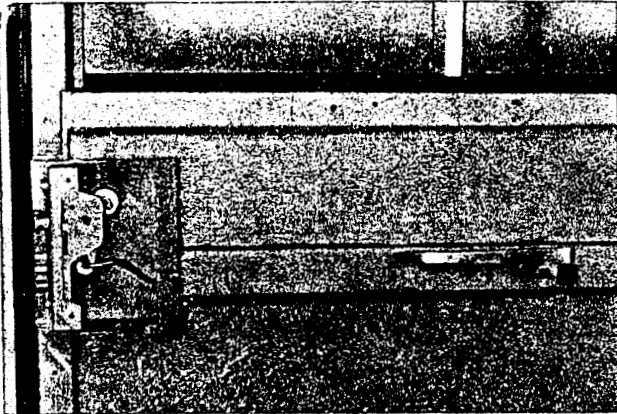

Bild Fa 10. Innentürbetätigung
4. Gestänge aus dem Türschloß aushängen und Türschloß ausbauen (Bild Fa 10).